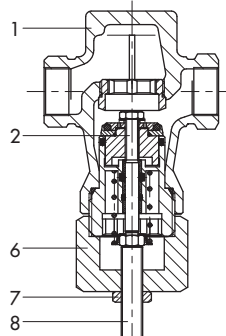

Bild 5 · Ventil Typ 2431 K mit Handverstellung
**Handverstellung** (Bild 5) – direkt am Ventil montiert –